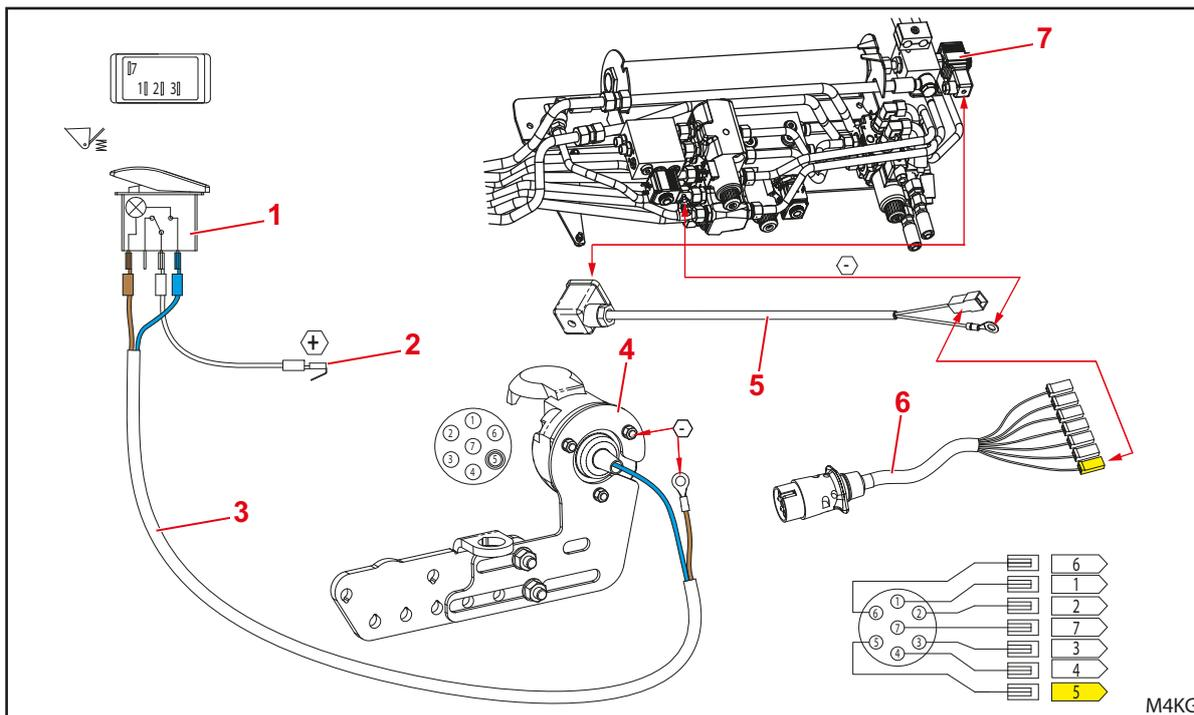

Fig. 24 Installazione di Comfort-Drive
- (6) Collegare il cavo blu con il morsetto 5 della presa.
- (7) Collegare il cavo marrone con polo negativo e il cavo nero con polo positivo dell'alimentazione di tensione.
- (8) Inserire l'interruttore nel telaio di incasso.
- (9) Se non ancora presente, collegare il cavo del caricatore frontale alla presa (vedere 5.1.2 *Collegamento del cavo caricatore frontale*).
- (10) Installare l'impianto idraulico di Comfort Drive (vedere 5.2 *Installazione dell'impianto idraulico*).
- (11) Collegare la spina del cavo di collegamento valvola con il filo giallo del cavo caricatore frontale e allacciare la massa (polo negativo) (vedere Fig. 24).